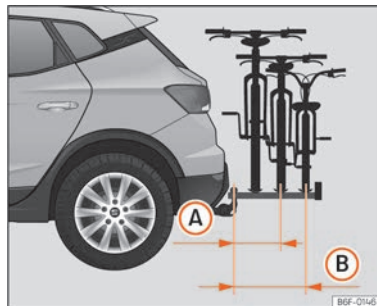

Fig. 153 Representació esquemàtica del voladís màxim de la càrrega en un portabicicletes per a dues o tres bicicletes.
El voladís màxim no haurà de superar, en el cas dels portabicicletes de dues bicicletes, els 500 mm des del centre del capçal esfèric fins al centre del carril del darrer suport » **fig. 153**
- A** En el cas dels portabicicletes de tres bicicletes, no s'hauran de superar els 700 mm » **fig. 153 B**.